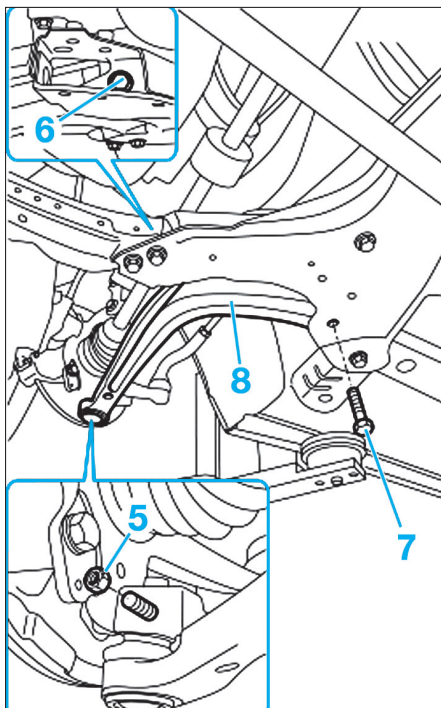

Fig. 15
• Déposer l'écrou de fixation (5) du bras oscillant au montant de roue avant (Fig.15).